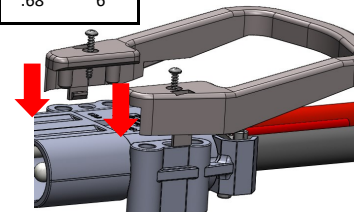

Abbildung 11
11. Den optionalen Griff an der Oberseite (Polaritätskennzeichenseite) des Gehäuses (Abbildung 11) montieren: